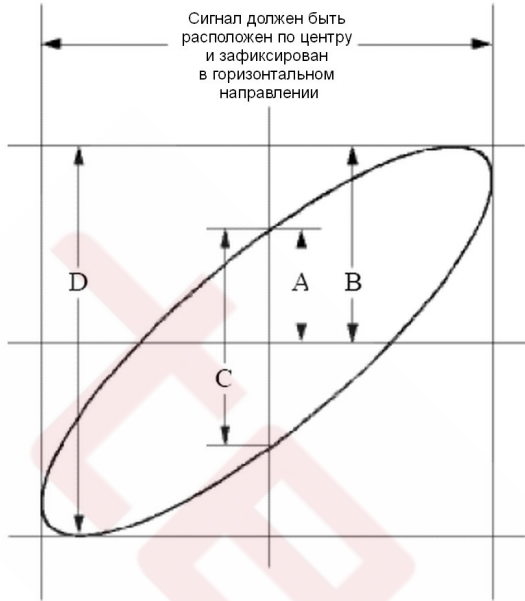

Рисунок 6.6. Фигура Лиссажу
8) Применяя методику анализа эллиптических осциллограмм, найдите и вычислите разность фаз (см. рисунок 6.6).